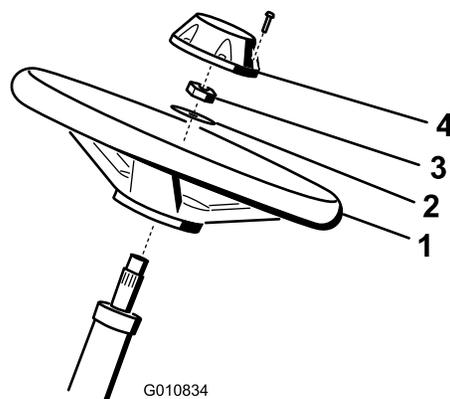

Figura 3
1. Faça deslizar o volante para a coluna de direção (Figura 3).
2. Faça deslizar a anilha para a coluna de direção (Figura 3).
3. Fixe o volante na coluna com uma porca de retenção e aperte-a com 27 a 35 N·m (Figura 3).
4. Instale tampa no volante e fixe-a com um parafuso (Figura 3).